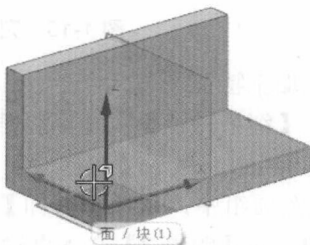

图 1-12 选择长方体上表面为孔的放置平面
- ④ 在【位置】选项组中，单击【草图】按钮，出现【创建草图】对话框，选择长方体上表面为孔的放置平面，如图 1-12 所示。